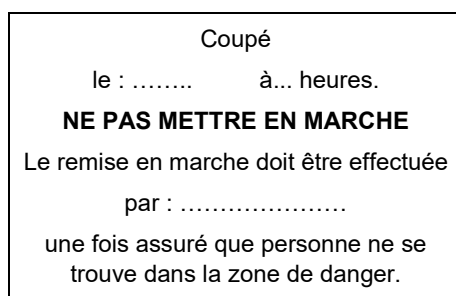

Fig. 3
4. S'il n'est pas possible de cadenasser l'interrupteur, placer un panneau Fig. 3.